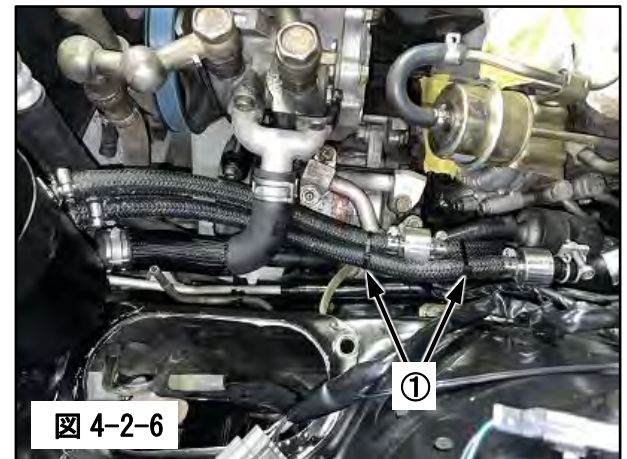

図 4-2-6
- (6) ①タイラップでホース 2 本を束ねてください。(図 4-2-6)